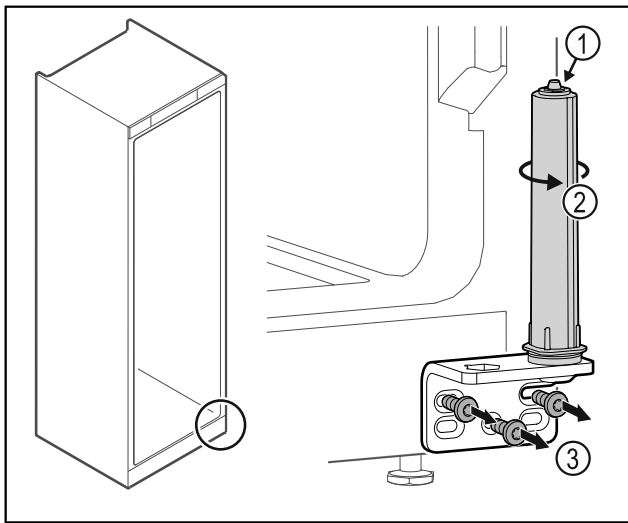

Fig. 31
- ▶ Dørlukkesystemet må ikke tas fra hverandre Fig. 31 (1).
- ▶ Drei på lukkesystemet Fig. 31 (2) til det sier klink.
- ▶ Skru av hengselvinkelen Fig. 31 (3).